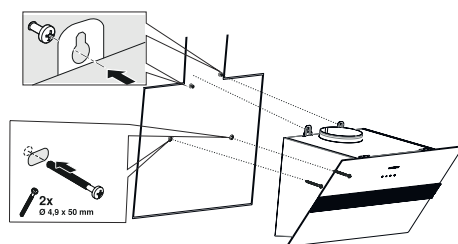

Fig. 14
- 1.** ► Tenez l'appareil par son corps et placez-le sur les vis de suspension sur le mur et serrez les vis (Fig. 14).
- 2.** ► Fixer l'appareil avec vis 4.9x50 à travers le trou de montage à l'intérieur de l'appareil (Fig. 14).